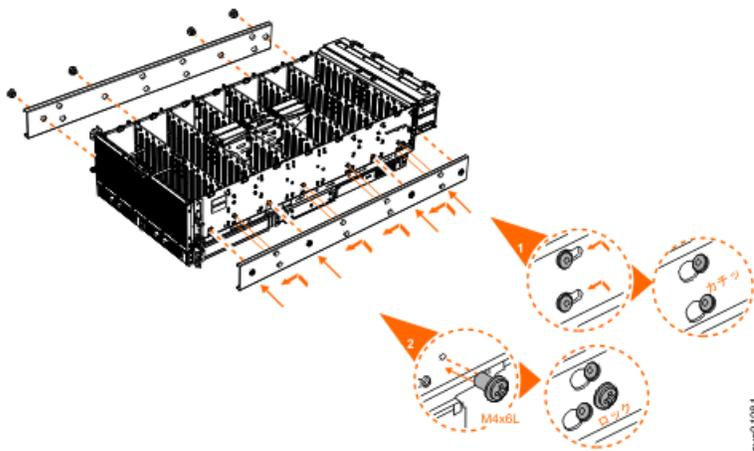

図 25. エンクロージャーへの内部レール・セクションの取り付け
5. 拡張エンクロージャーの各側面にレールの内部セクションを取り付けます (49 ページの図 25 を参照)。